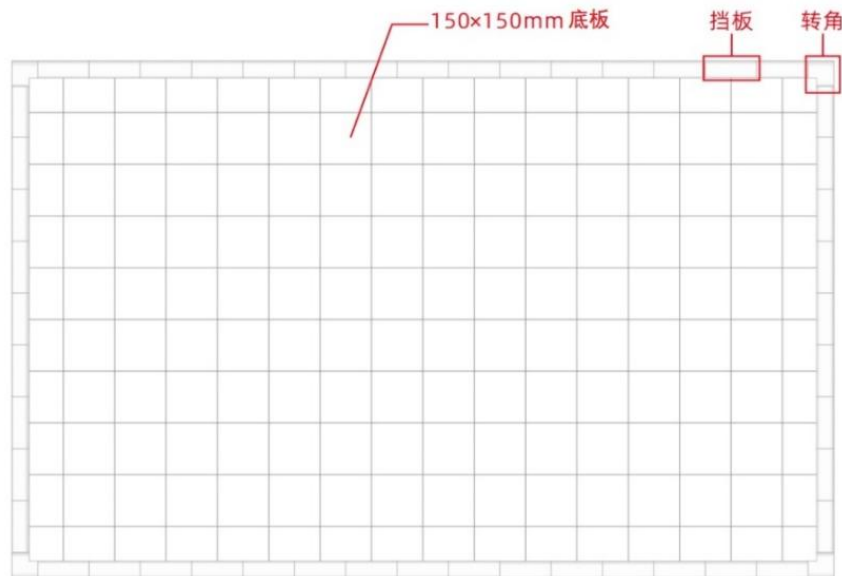

图 3 拼接式赛台
2.1.2 为提高参赛选手的应变能力，正式比赛场地会有随机性变化。赛台外边长2400mm~3000mm、宽1500mm~2100mm，以赛前公布的尺寸为准。图 3 是一个 2400mm×1500mm 拼接赛台的实例。